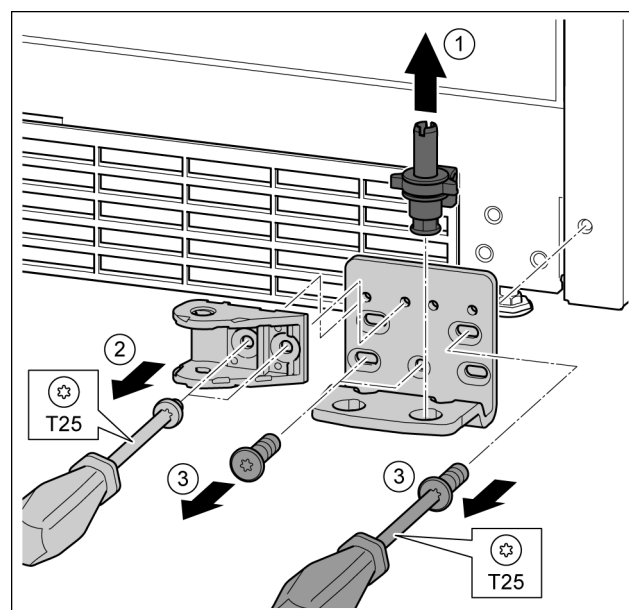

Fig. 30
- Lagerbolzen komplett nach oben herausziehen. Fig. 30 (1)
- Schrauben mit Schraubendreher T25 herausdrehen und Schließdämpferverbindung abnehmen. Fig. 30 (2)
- Schrauben mit Schraubendreher T25 herausdrehen und Lagerbock abnehmen Fig. 30 (3)